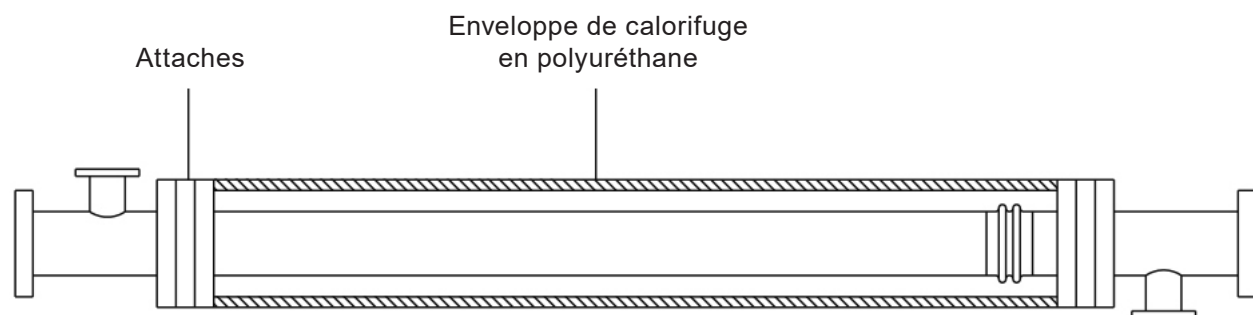

Fig. 11
- 4.10** Afin de protéger le soufflet de dilatation des dommages externes et pour réduire les pertes thermiques, il est recommandé d'utiliser une enveloppe isolante en polyuréthane comme montré sur la Fig. 11.